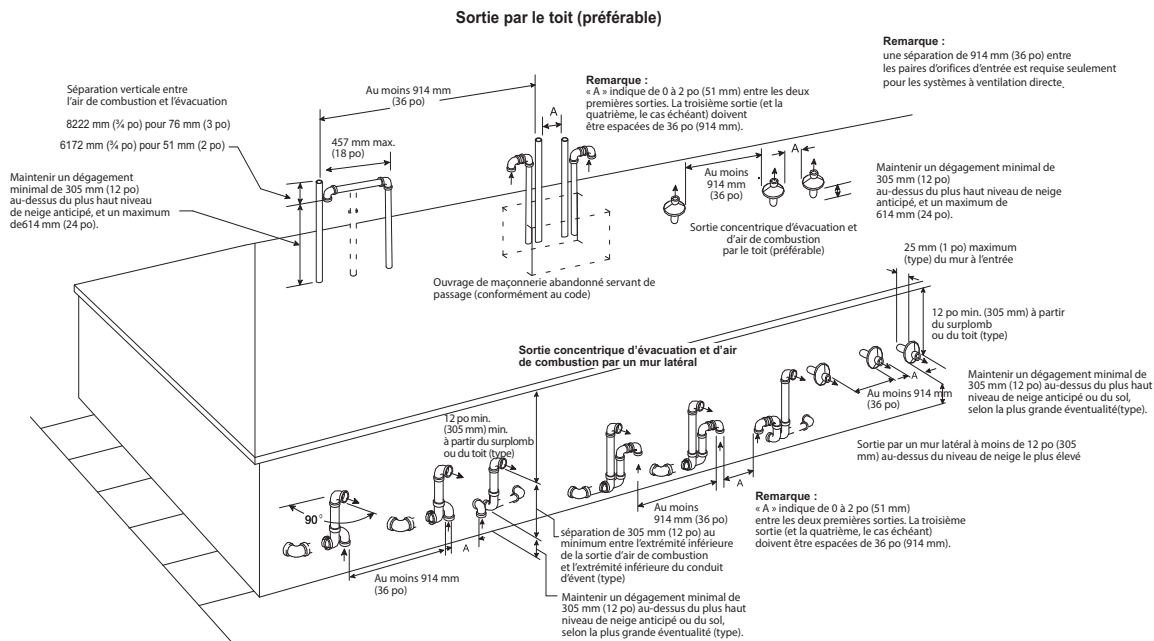
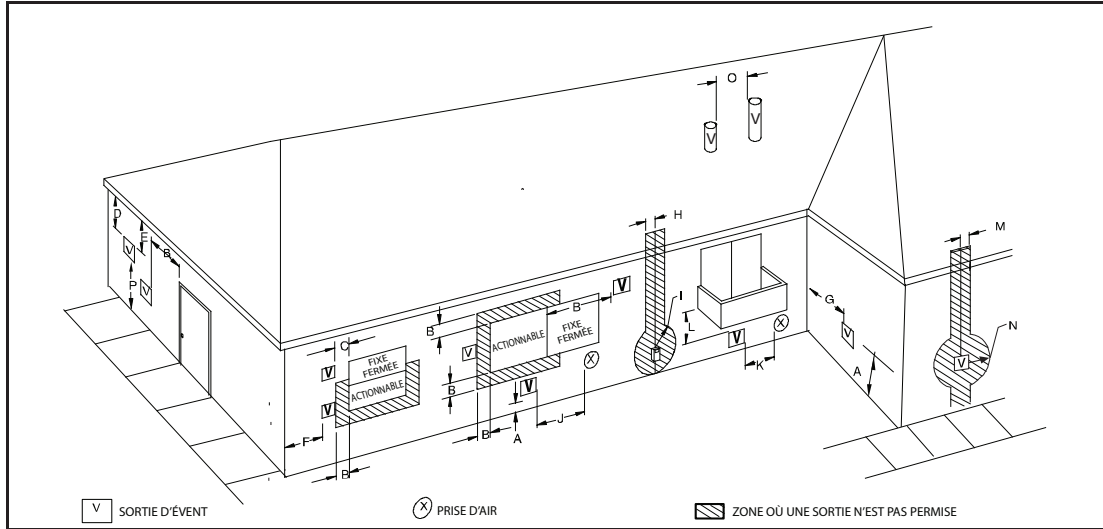

Fig. 40 – Air de combustion et sortie d'évent pour système d'évacuation directe (2 tuyaux)
Fig. 43 – Dégagement des sorties des systèmes à air de combustion ventilé et à ventilation non directe
Dans un système à évacuation non directe (1 conduit), tout l'air de combustion est prélevé directement de la zone adjacente à la chaudière et tous les produits de combustion sont évacués à l'extérieur dans l'atmosphère. L'air de combustion doit être fourni conformément à la section Air de combustion et de ventilation. Une cheminée inutilisée n'est pas adéquate pour fournir l'air extérieur à la chaudière. Consultez la Fig. 43 pour connaître les exigences de dégagement du tuyau d'évent du code national.
Pour les dégagements de sortie d'évent, consultez les codes nationaux présentés aux Fig. 42 et Fig. 43 pour un système à ventilation directe/à deux tuyaux et à la pour un système à air de combustion ventilé/à ventilation non directe/à un tuyau. Pour la disposition des sorties extérieures, consultez les Fig. 40 et Fig. 41 pour le système à ventilation directe/à deux tuyaux et la pour les systèmes à air de combustion ventilé/à ventilation non directe/à un tuyau. Communiquez avec les responsables des codes locaux pour connaître les autres exigences des codes nationaux présentés dans ces figures ou les dérogations à ceux-ci.
1. Conformez-vous à toutes les exigences en matière de dégagements, tel qu'indiqué à la Fig. 42 ou à la Fig. 43 selon l'application.
Les conduits d'air de combustion et d'évacuation du système de ventilation directe (deux tuyaux) doivent se terminer hors de la structure. Consultez la Fig. 42 pour connaître les exigences de dégagement du tuyau d'évent du code national. Les sorties de tuyaux d'évent et d'air de combustion admissibles sont indiquées à la Fig. 40.
Le tuyau d'évacuation d'un système à air de combustion ventilé doit se terminer à l'extérieur. Consultez la Fig. 43 pour connaître les exigences de dégagement du tuyau d'évent du code national. Les sorties d'évent admissibles sont indiquées à la Fig. 41. Le tuyau d'air de combustion se termine dans un grenier ou un vide sanitaire bien aéré. Conformez-vous aux dégagements indiqués à la Fig. 49.
Le tuyau d'évent d'un système à ventilation indirecte (un tuyau) doit aboutir à l'extérieur. Pour connaître les exigences relatives aux dégagements des événements du code national, consultez la Fig. 43. Les sorties d'évent admissibles sont indiquées à la Fig. 41.